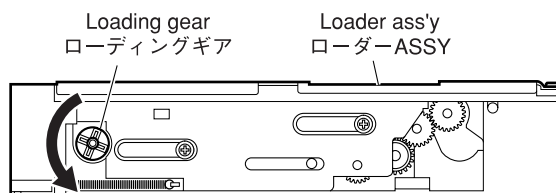

Fig. 4
- Turn the loading gear in the arrow direction until the disc is ejected. (Fig. 4)
- ディスクが取り出せるまで、ローディングギアを矢印の方向に回します。(Fig. 4)